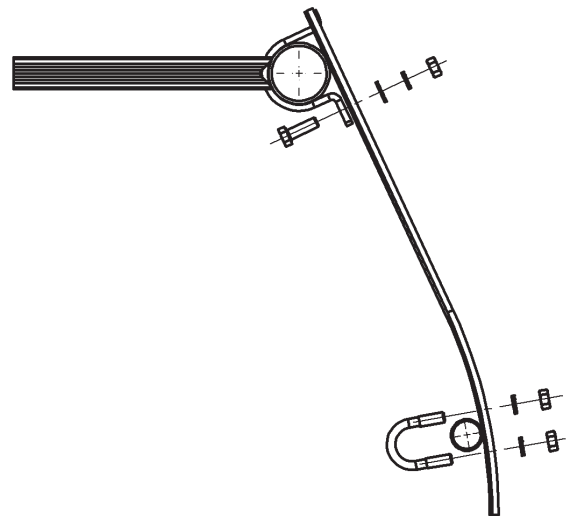

Abb. 23: Montage Rückenschutz
2.6 Rückenschutzkorb allgemein (Abb. 23)